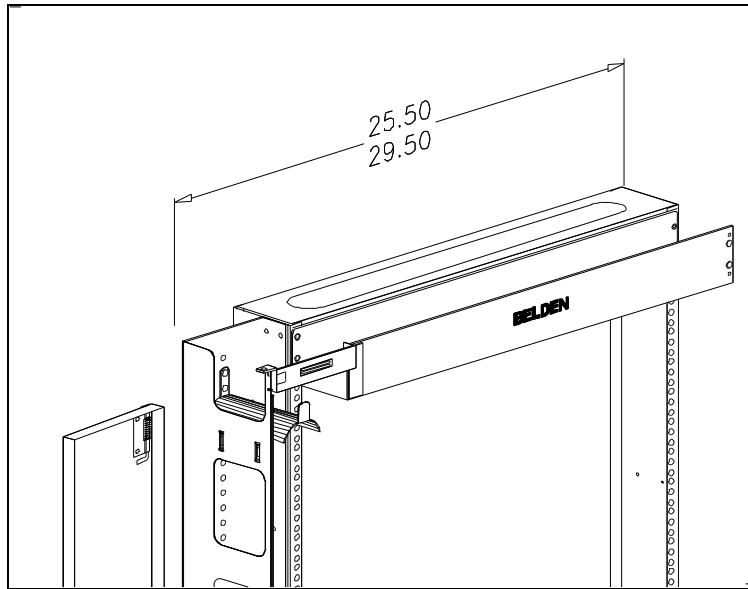

Figure 1
MONTAGE (Voir figure 1 et 2 pour de plus amples détails)
- F. Fixer une porte aimant aux deux saillies, en haut de la *Tour de gestion vertical*, à l'aide des écrous borgnes 6-32. Engager l'autre extrémité de la porte aimant dans les deux petits trous du chemin de câbles horizontal supérieur, et les fixer avec deux écrous borgnes 6-32. Voir la figure 1 et 2. Fixer de la même manière le porte aimant inférieur, au bas de la tour de gestion vertical.